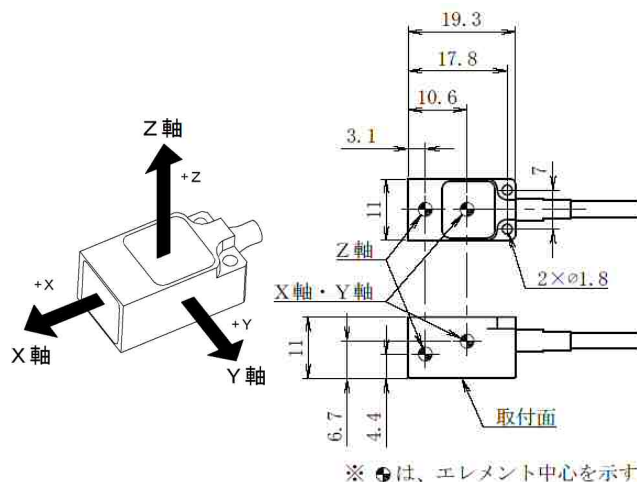

図1
取付けに際しては変換器の型式を確認の上、図1を参照して、感度方向を合わせてください。
- 本製品を接着剤にて固定する場合は、必ず図1に示す取付面に接着剤を塗布してください。その他の面に塗布した場合、十分な固定力が得られません。